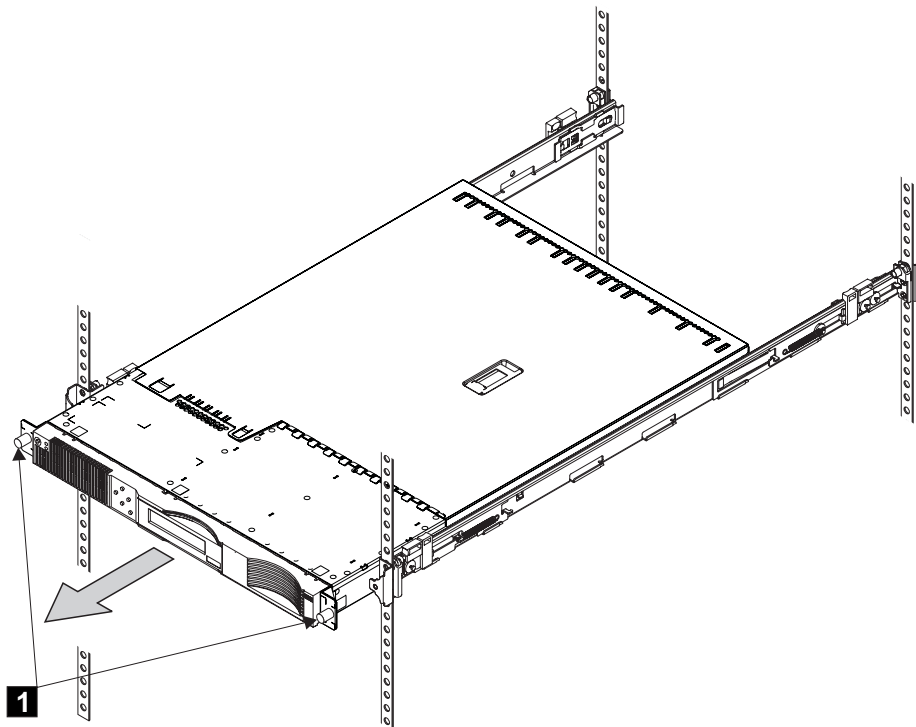

図 100. 前部ねじを外す
4. SAN ボリューム・コントローラー 2145-8F2 の場合は、ラックの正面部の 2 個のラッチを外します。SAN ボリューム・コントローラー 2145-4F2 の場合は、2 個のねじ **1** を、図 100 に示されているように外します。